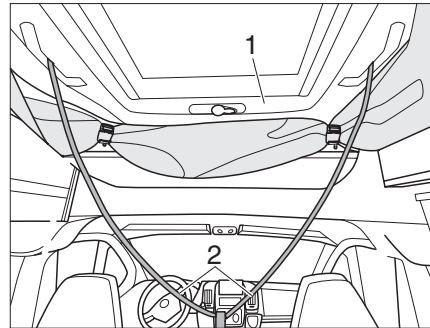

Bild 58 Stäng det skjutbara taket
Det skjutbara taket (Bild 58,1) skjuts uppåt av gasfjädrarna.
- ▶ Håll det skjutbara taket med hjälpremmarna (Bild 58,2) och flytta upp det kontrollerat mot trycket från gasfjädrarna.
- ▶ Dra ner det skjutbara taket (Bild 58,1) med de två handtagen fästa vid hjälpremmarna (Bild 58,2) tills taket stannar av sig självt.